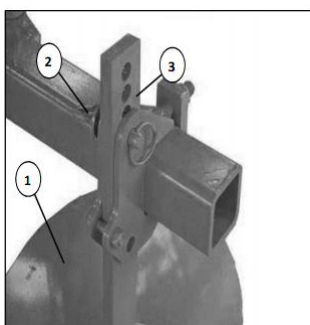

Рис. 6.6
Полусферические диски (1) регулируются с помощью вставных штифтов (2) следующим образом (см. рис. 6.6):